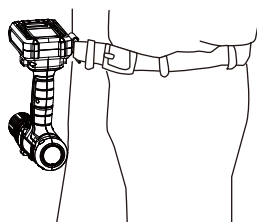

Fig. 19
- > El clip para cinturón (9) puede engancharse en el cinturón o en el bolsillo, etc. (Fig. 19).